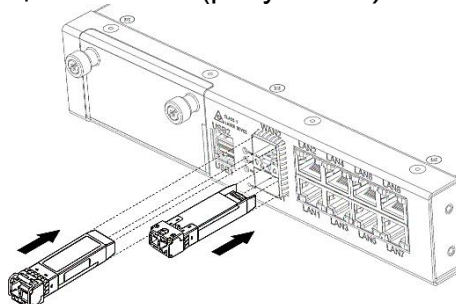

Рисунок 38 – Установка SFP-трансиверов в слоты изделия
1. Установка SFP-трансиверов в верхний встроенный слот изделий КРПГ.465614.001-04, КРПГ.465614.001-05 осуществляется защелкой (этикеткой) вверх, а в нижний слот защелкой вниз (рисунок 38).